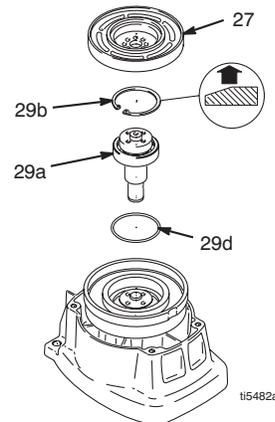

FIG. 6
6. FIG. 6. Rimuovere l'anello di tenuta (29b).
7. FIG. 6. Battere l'asta del pignone (29a) fuori con un martello di plastica.